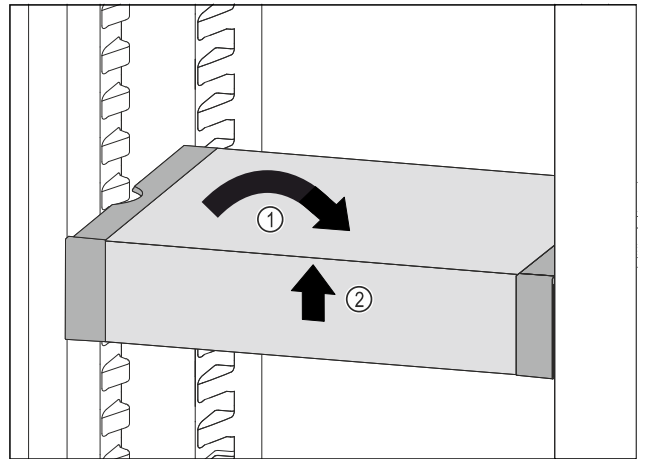

Fig. 113
- ▶ Ispravite VarioSafe. Fig. 113 (1)
- ▶ Podignite sprijeda VarioSafe. Fig. 113 (2)